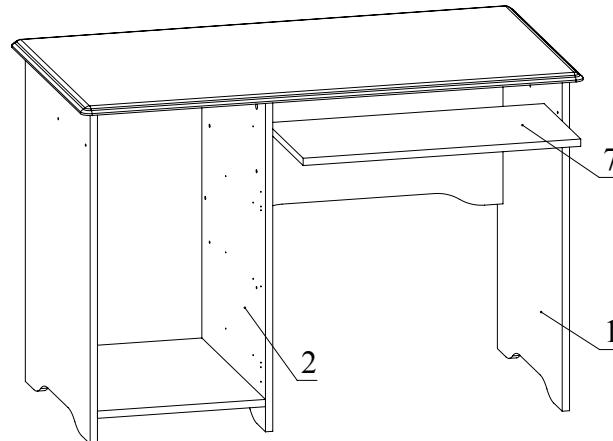

Рис.7
- Установите деталь 7 (Рис. 7).